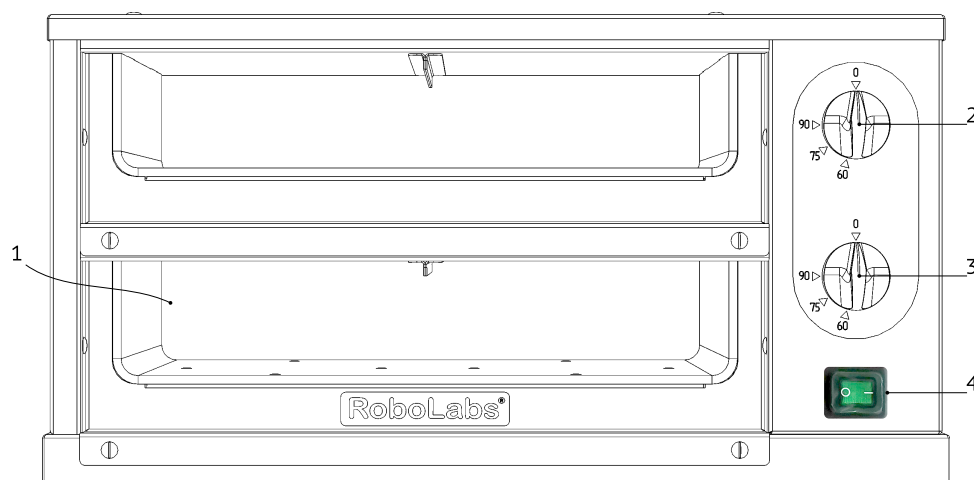

Рисунок 1
Изделие состоит из двух сквозных камер (1), установленных одна над другой, см. Рис. 1. Каждая камера выстлана плитой из алюминия, под которой вмонтированы нагревательные элементы. Одна камера вмещает две гастроёмкости¹ GN1/3-65.